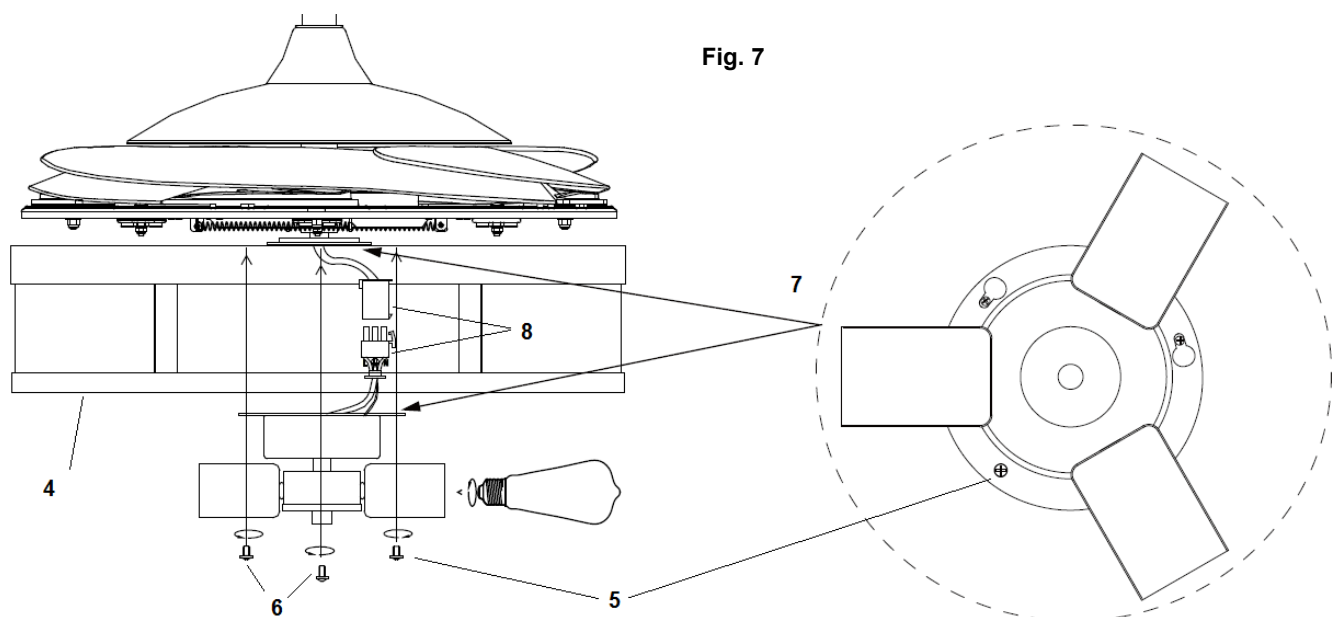

Fig. 7
20. Branchez les fiches (8) ensemble.
21. Desserrez la vis (5) de l'abat-jour (4). Alignez les deux vis fendues (6) avec les fentes de la lampe (7). Fig. 7